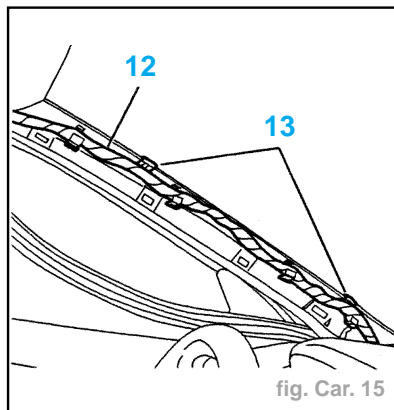

fig. Car. 15
- Dégager le faisceau(12) (fig. Car. 15).